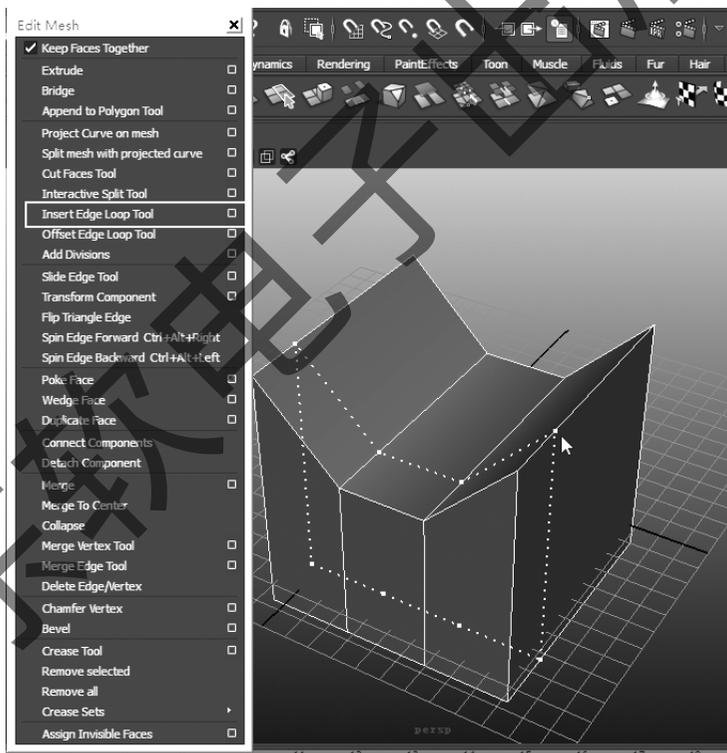

图 4-14 添加循环边
Step 1: 点击 Edit Mesh→Insert Edge Loop Tool,在模型上添加一条循环边,如图 4-14 所示。